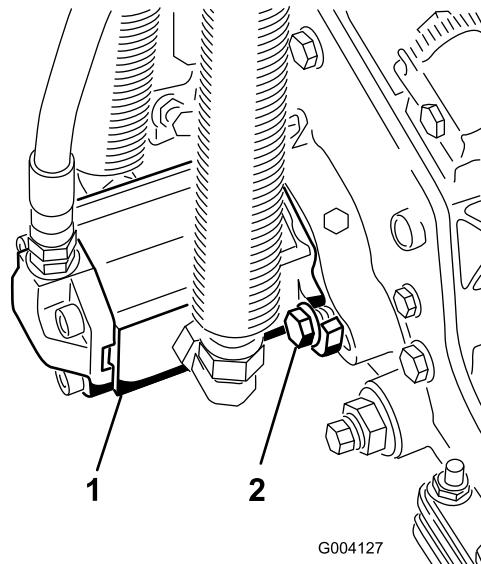

Bild 21
3. Montieren Sie den Motor; drehen Sie ihn nach rechts, damit die Motorflansche nicht die Schrauben berühren (Bild 21).